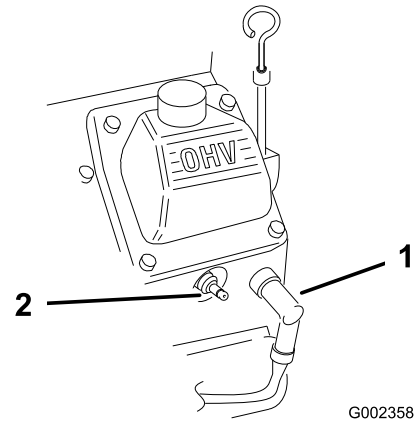

Figura 26
2. Desconecte los cables de las bujías (Figura 26).